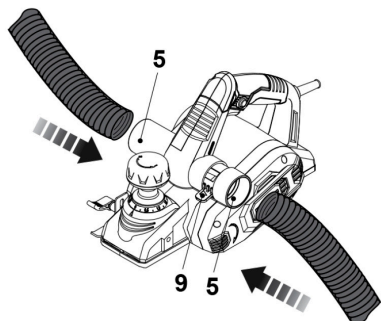

Рис. 3
Подключите шланг строительного пылесоса к одному из патрубков системы пылеудаления (5). Установите переключатель направления пылеудаления (9) в положение, соответствующее используемому патрубку (Рис. 3).